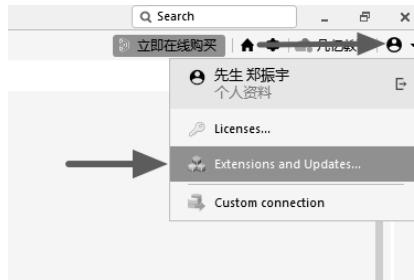
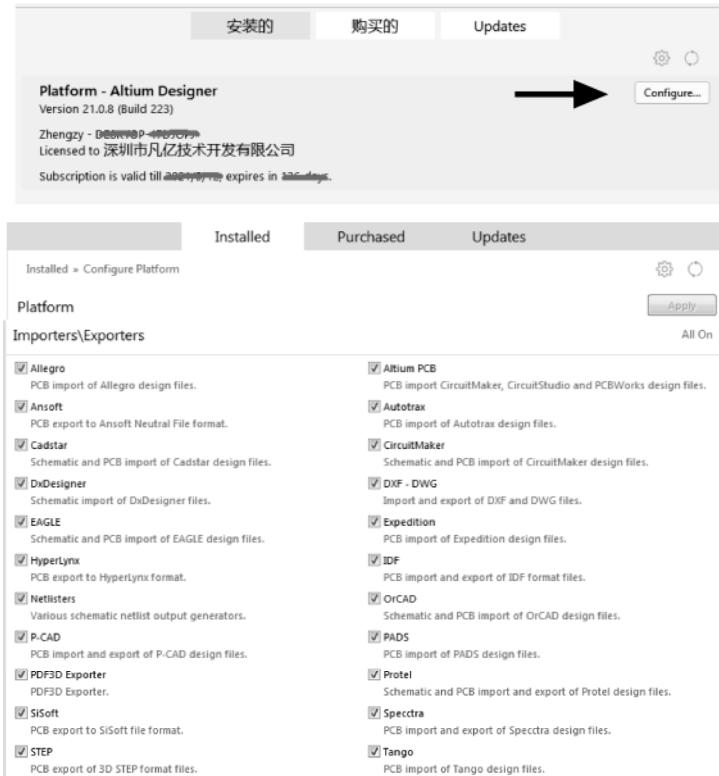

图 2-46 插件安装命令
图 2-47 插件安装界面
(1) 如图 2-46 所示, 执行插件安装命令 “Extensions and Updates”, 进入插件安装界面, 如图 2-47 所示。
(2) 单击 “Configure” 按钮, 在出现的 “Installed” 选择卡中勾选 “Importers\Exporters” 栏目下的选项, 这里建议全部勾选, 如图 2-47 所示。